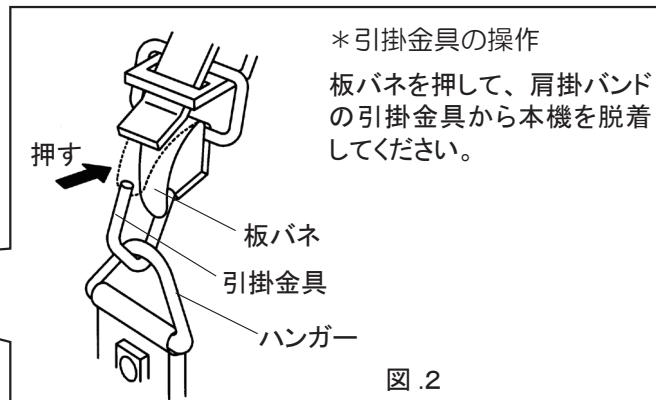

図.2
- ② 図.2のように、肩掛けバンドの引掛金具を本機のハンガーに引っ掛けてください。
- ③ 刈払機を身体の右側に吊り下げ、刈刃が地面と平行になるようにバンドの長さを調整してください。